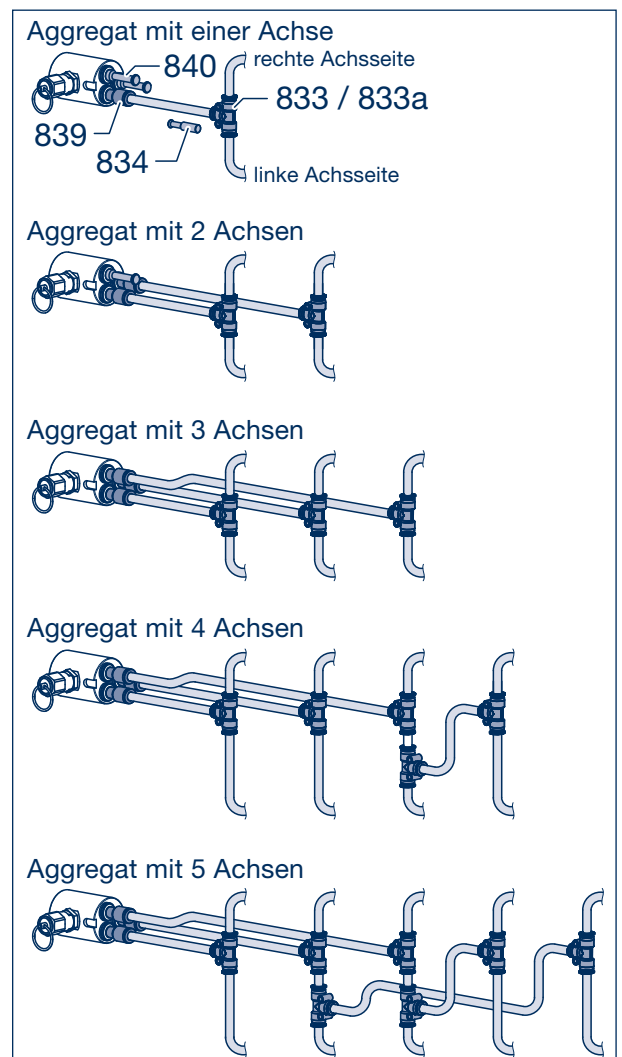

Bild 21
- [5] Druckluftleitungen (Ø 8 x 1 mm) in den Anschluss der Control Box einstecken und mit dem AirSave T-Stück an der Achse verbinden. (Bei Ausführungen bis 09.10.2020 müssen Druckluftleitungen (Ø 6 x 1 mm) und Reduzierungen (839) am Anschluss der Controlbox verwendet werden. Bei weiteren Achsen im Fahrzeug muss zusätzlich je ein T-Stück in den Pneumatikkreislauf integriert werden, siehe Bild 21.